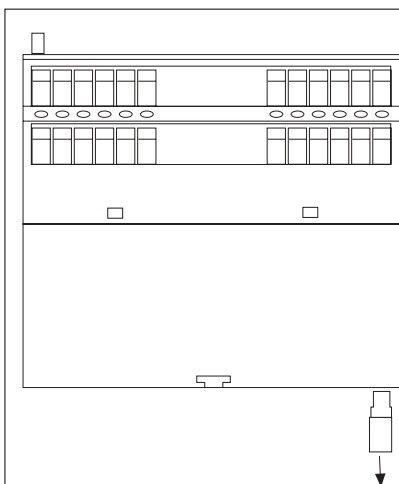

Fig. 2: Abschlusstecker abziehen/
- Ziehen Sie den Abschlusstecker des PNOZ XM1 ab (Fig. 2).
- Pull out the terminator from the PNOZ XM1 (Fig. 2).
- Retirez la prise de terminaison du PNOZ XM1 (Fig. 2).